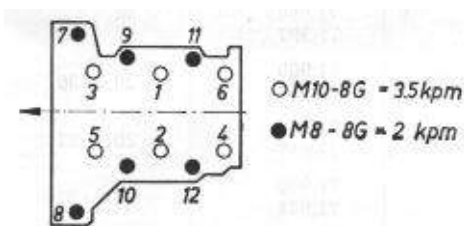

Bild M 33. Kurbelgehäuse-Anzugsplan
9. Die Dichtflächen der Gehäusehälften sowie die Auflagen der Lagerringe sind gut zu säubern und dünn mit farblosem Nitrolack zu bestreichen. Es ist zu beachten, daß der Lack nur in der Mitte der Flächen aufgetragen wird, wodurch das Heraustreten des Lackes beim Zusammenschrauben vermieden werden soll. Die Schrauben sind vor dem Einsetzen mit 01 zu benetzen. Unsaubere oder verdrückte Gewindebohrungen sind mit einem Schneidbohrer nachzuschneiden. Die Schrauben sind mit einem Drehmomentschlüssel anzuziehen (Bild M 33).